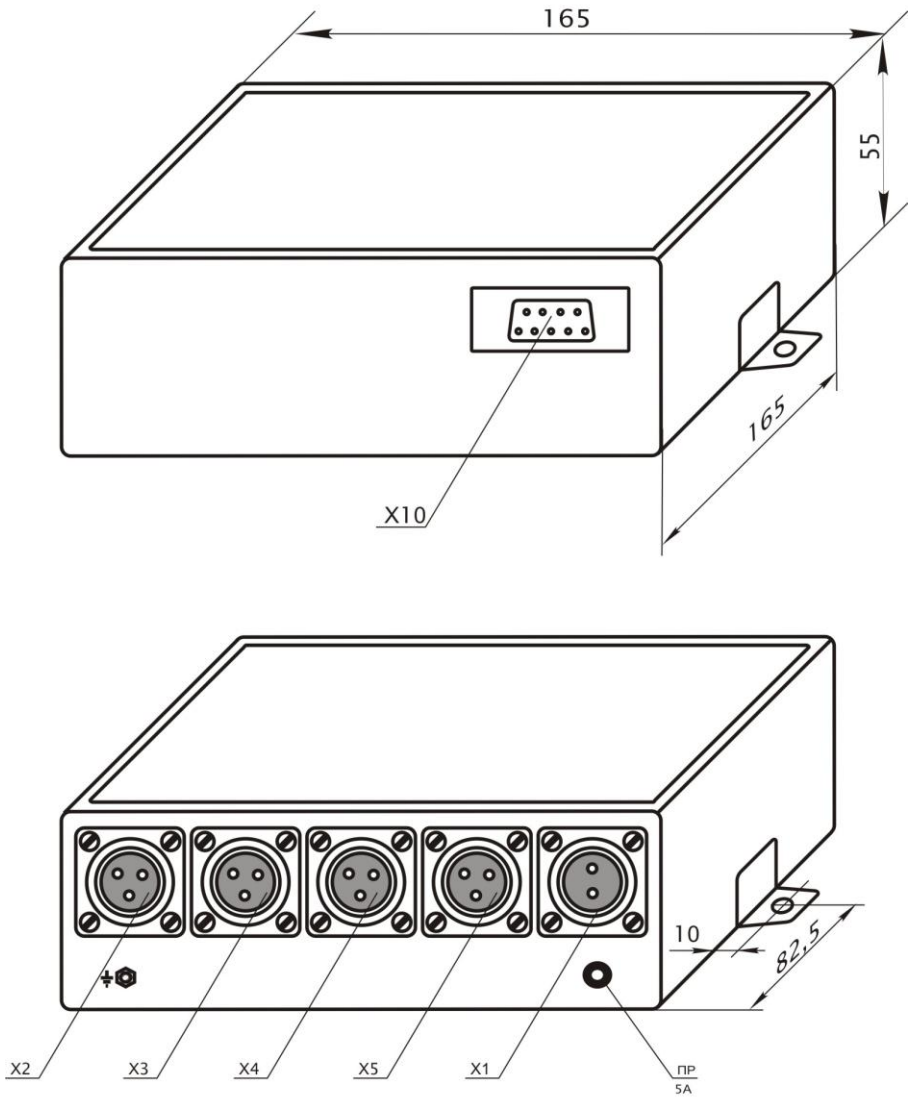
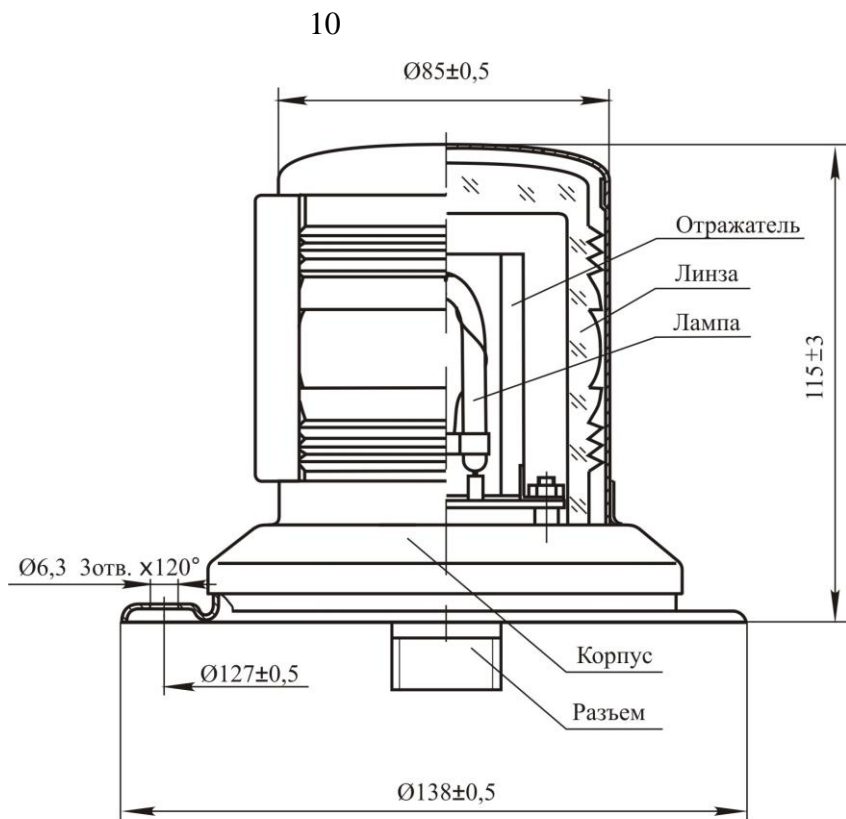

Рис.1
Рис.2
а) системный блок (рис.1) – $190 \times 160 \times 55$ мм;
б) сигнальный фонарь (рис.2) – высота 115 ± 3 мм, диаметр 137 ± 1 мм).
3.1.1 Отмашка состоит из системного блока (рис.1), четырех сигнальных фонарей (рис.2) и пульта управления (рис.3).